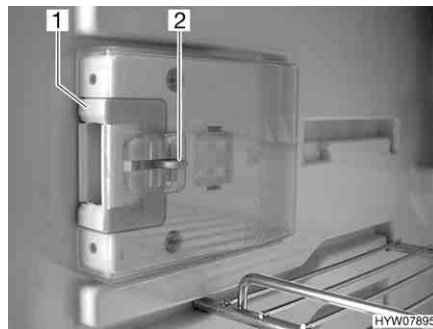
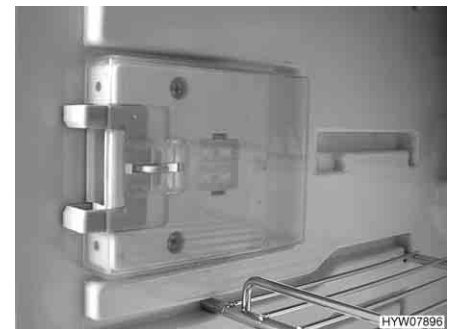

Fig. 217 Dispositivo di chiusura in posizione normale
Fig. 218 Dispositivo di chiusura in posizione di ricircolo d'aria
■ Premere il dispositivo di sblocco (Fig. 217,2).
■ Spingere il dispositivo di chiusura (Fig. 217,1) in avanti (Fig. 218).